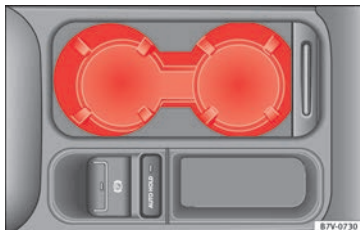

Abb. 189 In der Mittelkonsole vorn: Getränkehalter.
- Zum *Öffnen* Abdeckung nach hinten schieben » **Abb. 189**.